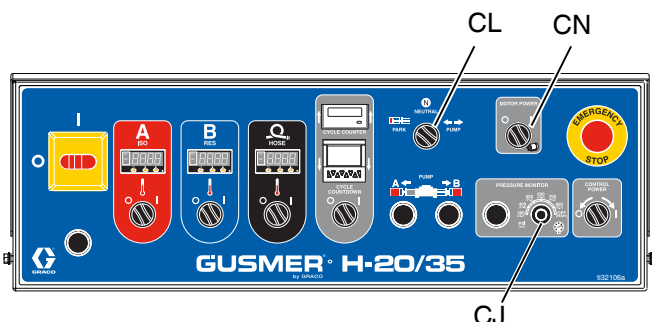

FIG. 39
- Gire la perilla del monitor de presión (CJ) hasta la posición OFF. Vea la FIG. 39.
- Arranque el motor hidráulico encendiendo el interruptor de alimentación del motor (CN). Ponga después el interruptor de control de la bomba (CL) en PUMP (bomba).